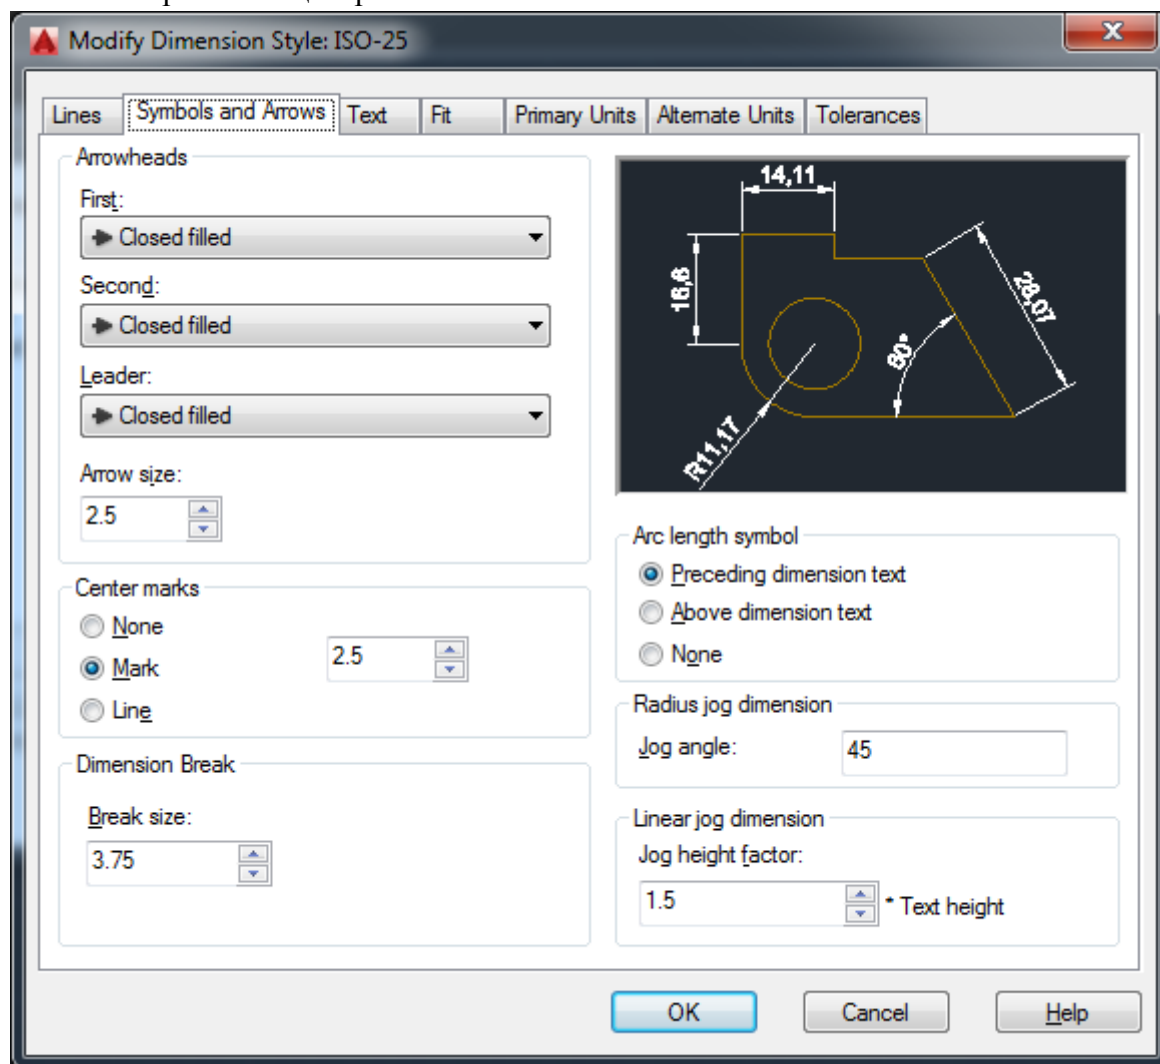

Рисунок 3.4 – Діалогове вікно вкладки Symbols and Arrows
**Вкладка Symbols and Arrows** (рис.3.4) дозволяє задати властивості стрілок та маркерів центра.